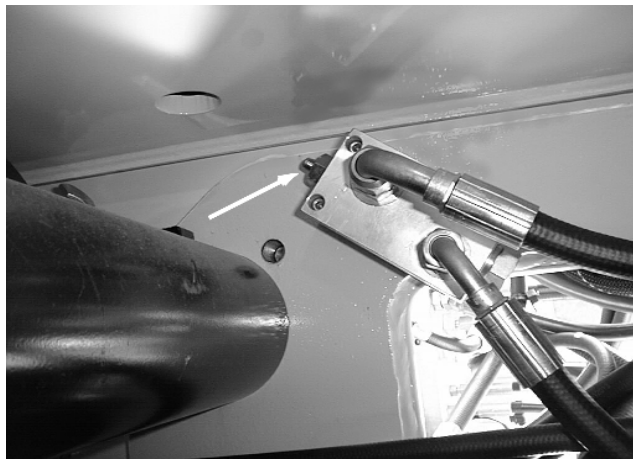

Figura 2-1. Interruptor limitador vertical de la pluma de torre
- a. Colocar la máquina sobre una superficie nivelada con el conjunto de pluma de torre en la posición de almacenamiento. Identificar el interruptor limitador vertical de la pluma de torre que está adyacente al cilindro elevador de torre en el extremo inferior (trasero) de la pluma de la base de la torre. Abrir el capó izquierdo y efectuar una revisión visual para verificar que el émbolo del interruptor limitador vertical de la pluma de torre esté completamente extendido. El émbolo se muestra completamente extendido en la Figura 2-1.